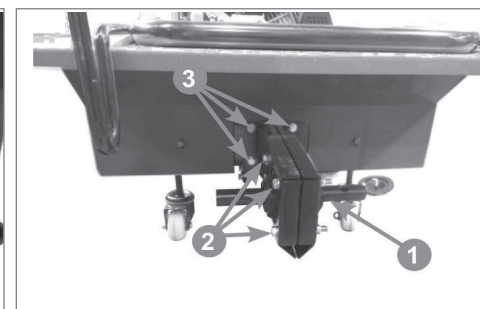

Рис. 14 Снятие кожуха редуктора
2. Ослабьте затяжку болтов крепления держателя щетки 2 и снимите шплинт и палец. Затем снимите держатели щеток с вала редуктора 1 (Рис. 14).
3. Открутите болты крепления половинок кожуха друг к другу и к корпусу щетки и снимите обе половинки кожуха редуктора (Рис. 14).